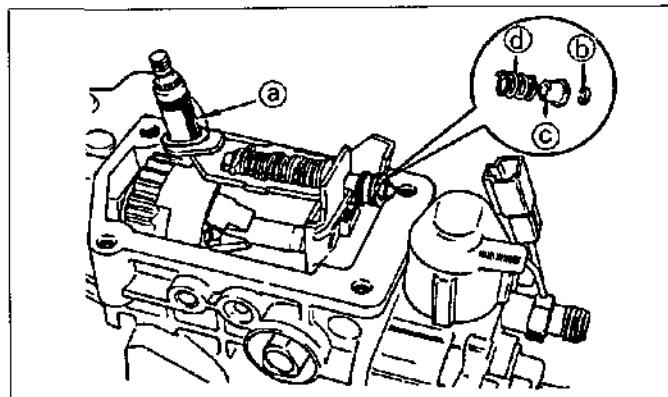

Figura.12-5 Extracción del eje de control de velocidad
- 3) Para extraer el conjunto del eje de control de velocidad ⑧ (diseño anterior) extraiga el anillo de retención del retenedor "E" (vea la figura.12-5 ⑥), asiento de resorte de amortiguador ⑤, y resorte de amortiguador ④, del extremo del eje de resorte del regulador. Extraiga el conjunto del eje de control de velocidad de la palanca del regulador. Para no perderlos, el resorte del amortiguador ④, asiento ⑤ y retenedor "E" ⑥ deben volver a ser instalados en el eje de resorte del regulador.